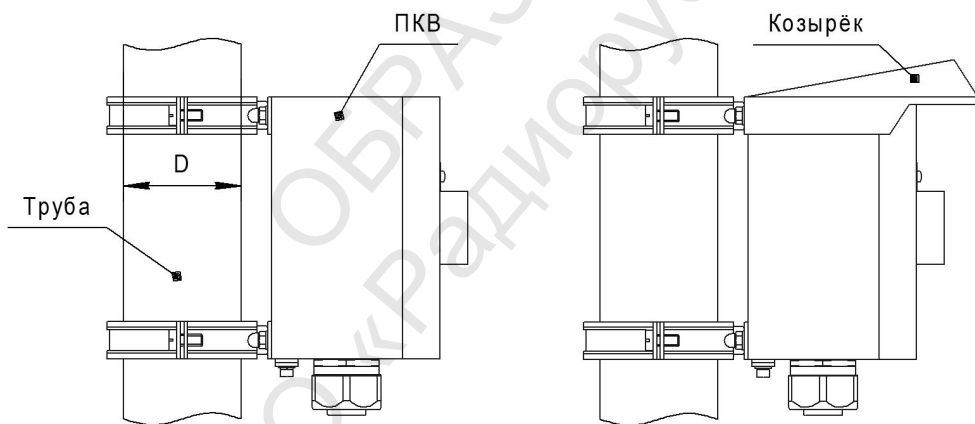

Рис. 5 – Монтаж изделия на трубу
– разместить и закрепить изделие на трубе на необходимой высоте (см. рис. 5).